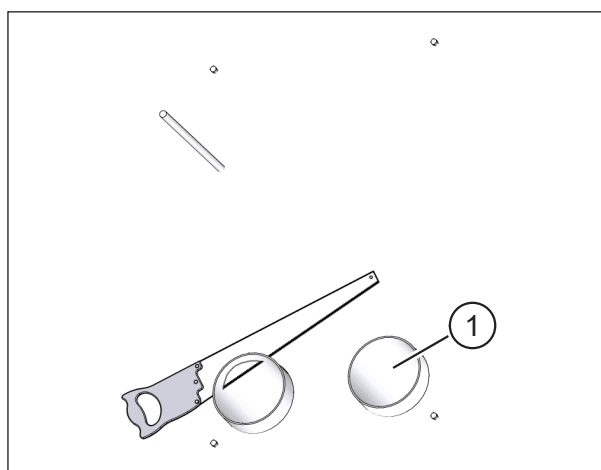

Fig. 27: Tăierea țevilor de ventilație de pe peretele interior la lungimea corespunzătoare
- ▶ Tăiați țevile de ventilație (elementul 1 din Fig. 27) la lungimea corespunzătoare astfel încât să se termine la același nivel cu tencuiala interioară.